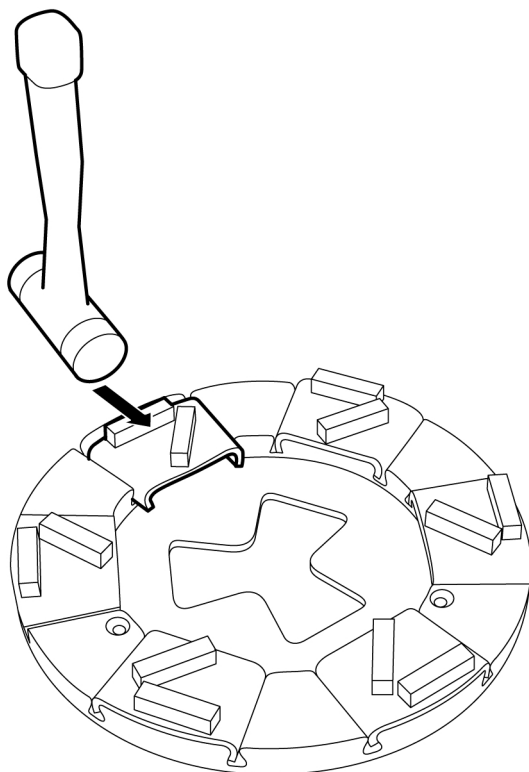

Figura 4-11. Rimozione dell'utensile di levigatura
1. Rimuovere l'utensile di levigatura battendo qualche colpo con un mazzuolo in gomma per sbloccarlo, vedere Figura 4-11, pagina 19. Sollevare quindi l'utensile estraendolo dalla scanalatura guida.